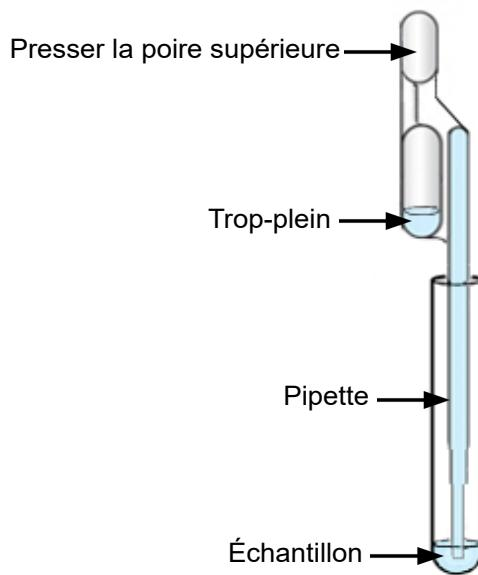

Figure 3. Pipette de transfert
1. Presser complètement la poire supérieure de la pipette de transfert et placer l'extrémité de la pipette dans le tube de milieu de transport ESwab contenant l'échantillon du patient (voir Figure 3).
3. Pour transférer l'échantillon du patient dans la cartouche, presser de nouveau complètement la poire supérieure de la pipette de transfert pour vider le contenu de la pipette dans la grande ouverture (Chambre à échantillon) de la cartouche illustrée sur la Figure 4. Il est acceptable de laisser un excès d'échantillon dans le réservoir de trop-plein de la pipette (Figure 3).